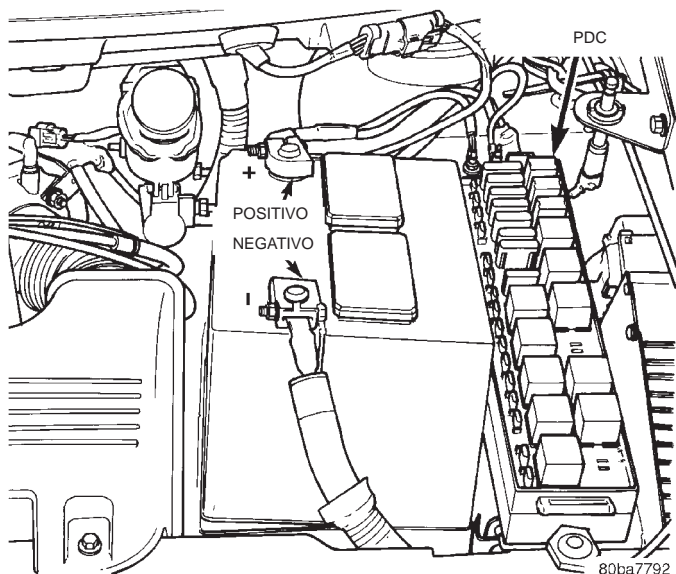

Fig. 4 Cable negativo de la batería
(1) Desconecte y aisle el cable negativo de la batería (Fig. 4).
(2) Retire el panel tapizado del parante D. Consulte los procedimientos en Desmontaje e instalación
(2) Abra la puerta, retire la cubierta del tornillo, cerca de la maneta interior de la puerta.
(3) Retire los dos tornillos del conmutador de elevallunas eléctrico y conjunto de marco. El que está debajo de la cubierta del tornillo retirado en el paso anterior y el otro en la parte trasera de la abertura del derivabrisas de la puerta delantera.
(4) Tire el marco hacia afuera y arriba para soltarlo del panel tapizado de la puerta.
(5) Desconecte los dos conectores del conmutador.
(6) Retire los tornillos de retención del conmutador de cerraduras de puertas y retire el conmutador del marco.
(2) Retire el panel tapizado de la puerta delantera y la placa de insonorización. Consulte Desmontaje e instalación del panel tapizado de puerta delantera en el grupo 23, Carrocería.
(3) Adhiera con cinta adhesiva la ventanilla en su posición para eliminar su peso del sistema de regulador.
(4) Corte y retire la envoltura de unión del motor de la ventanilla. Ya no es necesaria.
(5) Desconecte el conector de cables del motor de elevallunas eléctricos del mazo de la puerta.
(6) Retire los tornillos y las tuercas que sujetan el motor de elevallunas eléctrico al panel interior.
(7) Retire el motor del panel interior de la puerta y déjelo colgando de los cables.